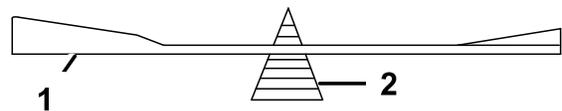

Bild 74
2. Prüfen Sie die Auswuchtung des Schnittmessers auf einer Ausgleichsmaschine (Bild 74).